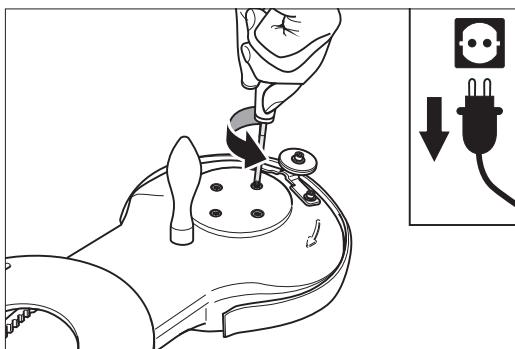
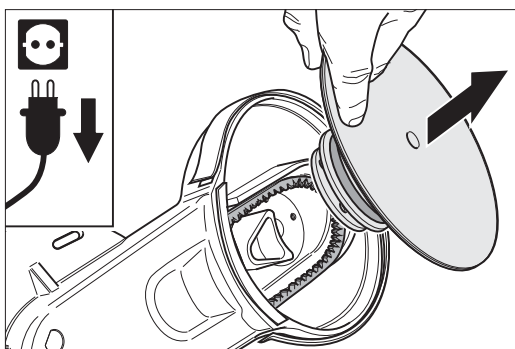

Abb. 66: Herausdrehen der Schrauben.
Abb. 67: Entnehmen der kompletten Schleiflagerung.
- 9 Drehen Sie die Schrauben heraus (Abb. 66) und entnehmen Sie die komplette Schleiftellerlagerung (Abb. 67). Die Schleifscheibe kann am Schleifteller verbleiben.